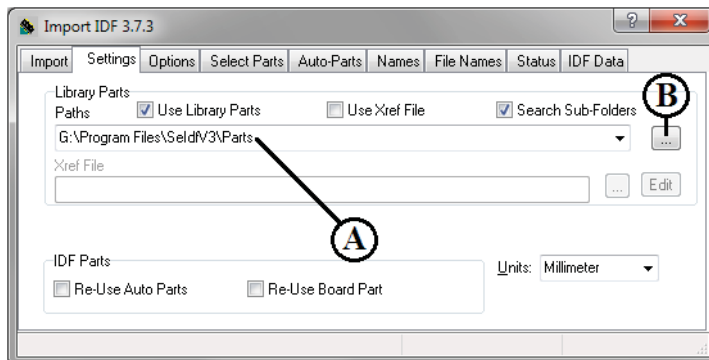

Рис. 2.11.5. Закладка Settings (Настройки) окна импорта сборки в формате IDF
- На закладке **Settings (Настройки)**, (рис. 2.11.5) необходимо указать, следует ли при создании моделей компонентов осуществлять поиск в библиотеке готовых моделей.